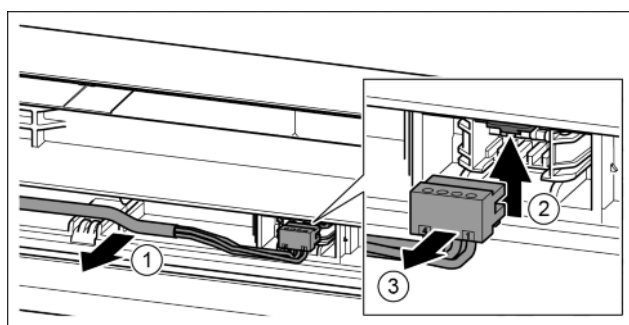

Fig. 24
- ▶ Facendo attenzione staccare il cavo grigio dalla guida nella porta. Fig. 24 (1)
- ▶ Spingere la linguetta verso l'alto. Fig. 24 (2)
- ▶ Estrarre con attenzione la spina. Fig. 24 (3)